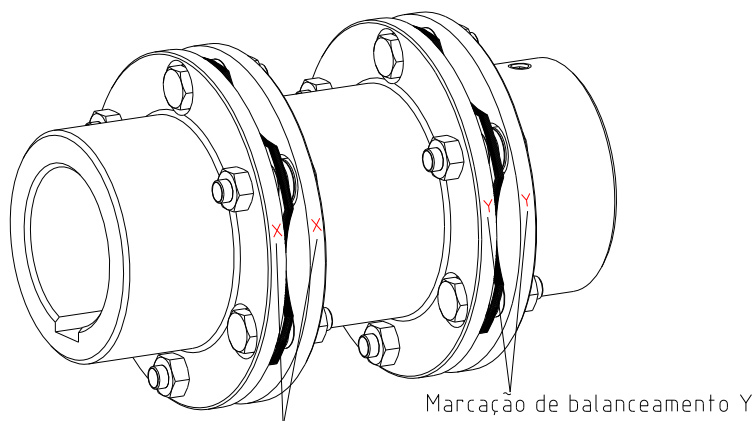

Figura 23: Alinhamento do espaçador
- Durante a montagem do espaçador, observar o alinhamento correto das marcações de balanceamento. A marcação X (Y) do cubo, exemplo abaixo, deve estar alinhada com a marcação X (Y) do espaçador (ver figura 23).